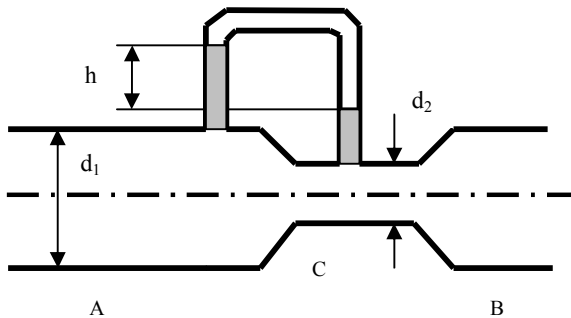

Рис. 9
10. Цилиндрические трубы А и В одинакового диаметра $d_1=0,1$ м соединяются с цилиндрической вставкой диаметром $d_2=0,05$ м с помощью двух конических участков (рис. 9). На участках А и С имеются пьезометрические трубки, позволяющие отсчитывать разность пьезометрических высот.